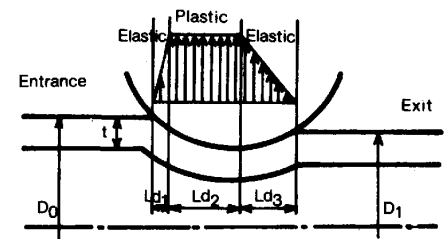

Fig.2 Distribution of rolling force in sizer rolling after quench & temper
(1) 圧延荷重式 : 熱処理後サイザ-圧延における各スタンドの圧下は 0.1 ~ 1.0 % と軽圧下であるため, 通常の熱間圧延と比較して, 圧延荷重に及ぼす弾性変形の影響が顕著になってくる。ロールバイト内での圧延圧力分布を, Fig.2 に示すように, 圧延出側における材料の弾性回復を考慮した形で与える。以上より, 熱処理サイザ-圧延荷重 P は, 次式で計算される。(Fig.2 参照)